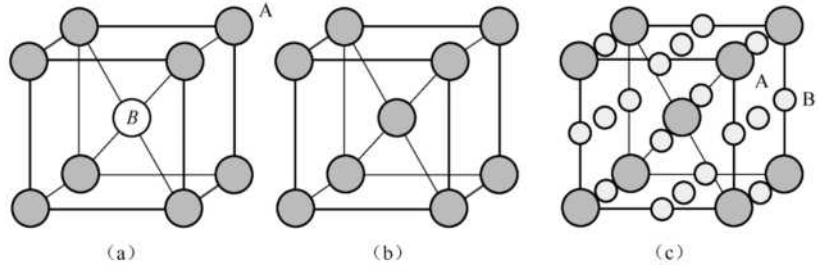

图 2-6
8. 图 2-6 中的晶体结构属于哪种空间点阵? 对于图 2-6 (a)、(C)求 B 原子数与 A 原子数之比。[燕山大学 2005 研]
答: 图 2-6 (a)的晶体结构为简单立方, 其中, B 原子数与 A 原子数之比为 1:1; 图 2-6 (b)的晶体结构为 体心立方; 图 2-6 (C)的晶体结构为体心立方, 其中 B 原子数与 A 原子数之比为 6:2=3:1。